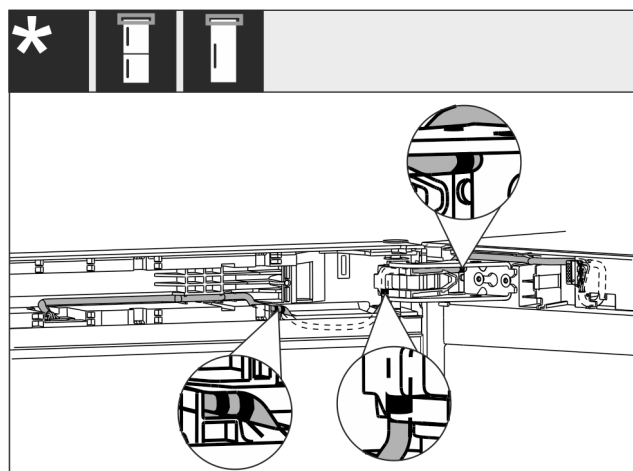

Fig. 59
- Pokládka kabelu je zobrazena na obrázku Fig. 59 ().